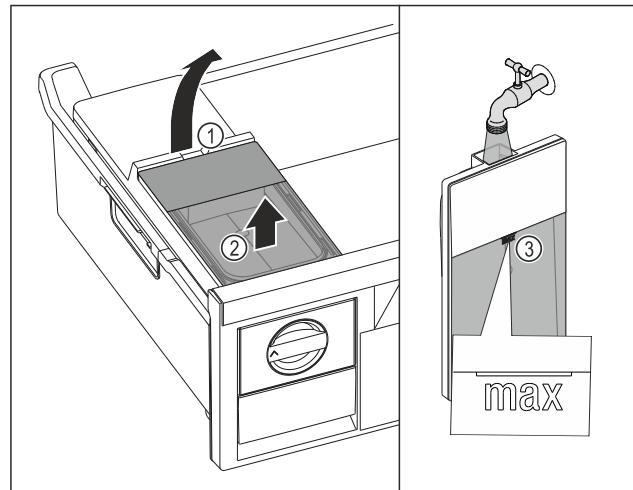

Fig. 76
- Підняти бак для води за заглиблення Fig. 76 (1).
- Вийняти бак для води рухом вгору. Fig. 76 (2)
- Наповнити бак для води питною водою до позначки Fig. 76 (3).